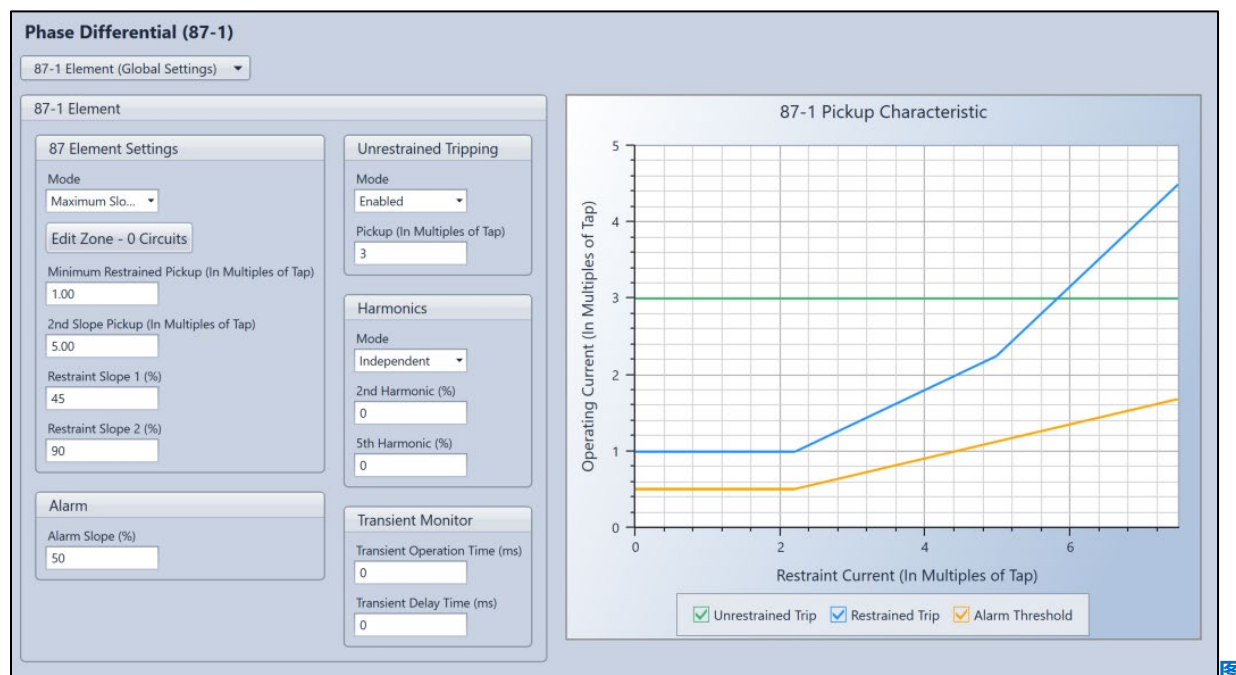

图 38-7. 相差动设置界面
相差动元件动作设置在BESTCOMS Plus的“相差动 (87) ” 设置界面 (图38-7) 上进行配置。